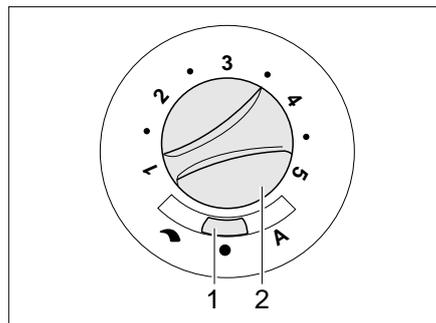

Bild 111 Bedienschalter für Umluftgebläse (12 V)
- Den Schiebeschalter (Bild 111,1) auf "↷" (Handregelung) oder "A" (Automatikbetrieb) stellen.
- Wenn am Schiebeschalter (Bild 111,1) "↷" (Handregelung) eingestellt ist: Mit dem Drehknopf (Bild 111,2) die gewünschte Leistung des Umluftgebläses einstellen.
- Den Schiebeschalter (Bild 111,1) auf "●" (Aus) stellen. Bei Heizbetrieb ist diese Schalterstellung außer Funktion.